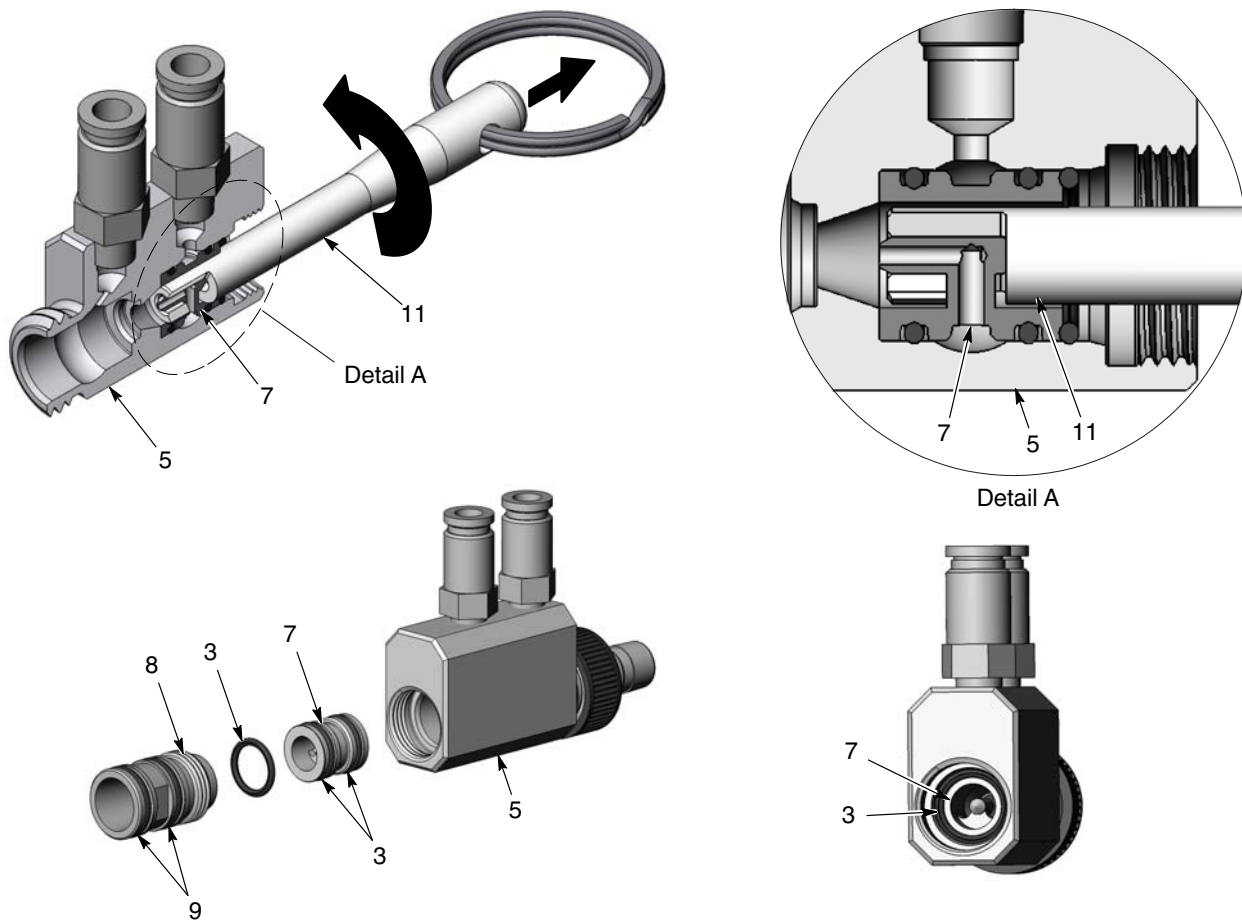

Abb. 4 Injektor abnehmen und installieren
1. Siehe Abbildung 4. Den Injektoradapter (8) mit einem Schraubenschlüssel vom Pumpengehäuse (5) abschrauben.
2. Das Extraktionswerkzeug (11) in den Injektor (7) einführen und im Uhrzeigersinn drehen, um es wie abgebildet in das Injektorkreuz einzuhaken. Das Werkzeug während des Herausziehens im Uhrzeigersinn drehen, um den Injektor aus dem Pumpengehäuse zu entfernen.
4. Zwei O-Ringe (3) am Injektor installieren, dann den Injektor in das Pumpengehäuse drücken; dabei sicherstellen, dass die Injektordüse in Richtung Ausgangsseite des Gehäuses zeigt. Das Extraktionswerkzeug kann verwendet werden, um den Injektor vollständig bis zum Boden der Pumpengehäusebohrung einzusetzen.
5. Den losen O-Ring (3) prüfen und sicherstellen, dass er nicht beschädigt oder verbogen ist. Den O-Ring in das Pumpengehäuse einführen, bis er am Injektor anliegt. Das Ende des Extraktionswerkzeugs kann verwendet werden, um sicherzustellen, dass er korrekt sitzt.